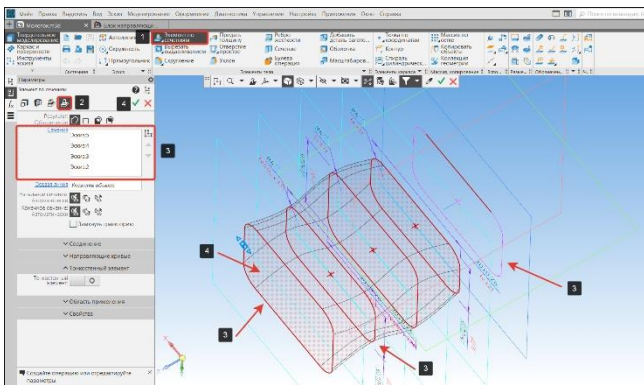

Рисунок 138 – Элемент по сечениям
- В панели Элементы тела выберем команду Элемент выдавливания (1) подоперация Элемент по сечениям (2) (Рисунок 138);
- Последовательно зададим сечения (3), автоматически происходит образование фантома модели (Рисунок 138);
- Для завершения операции нажмем кнопку Создать объект (4);